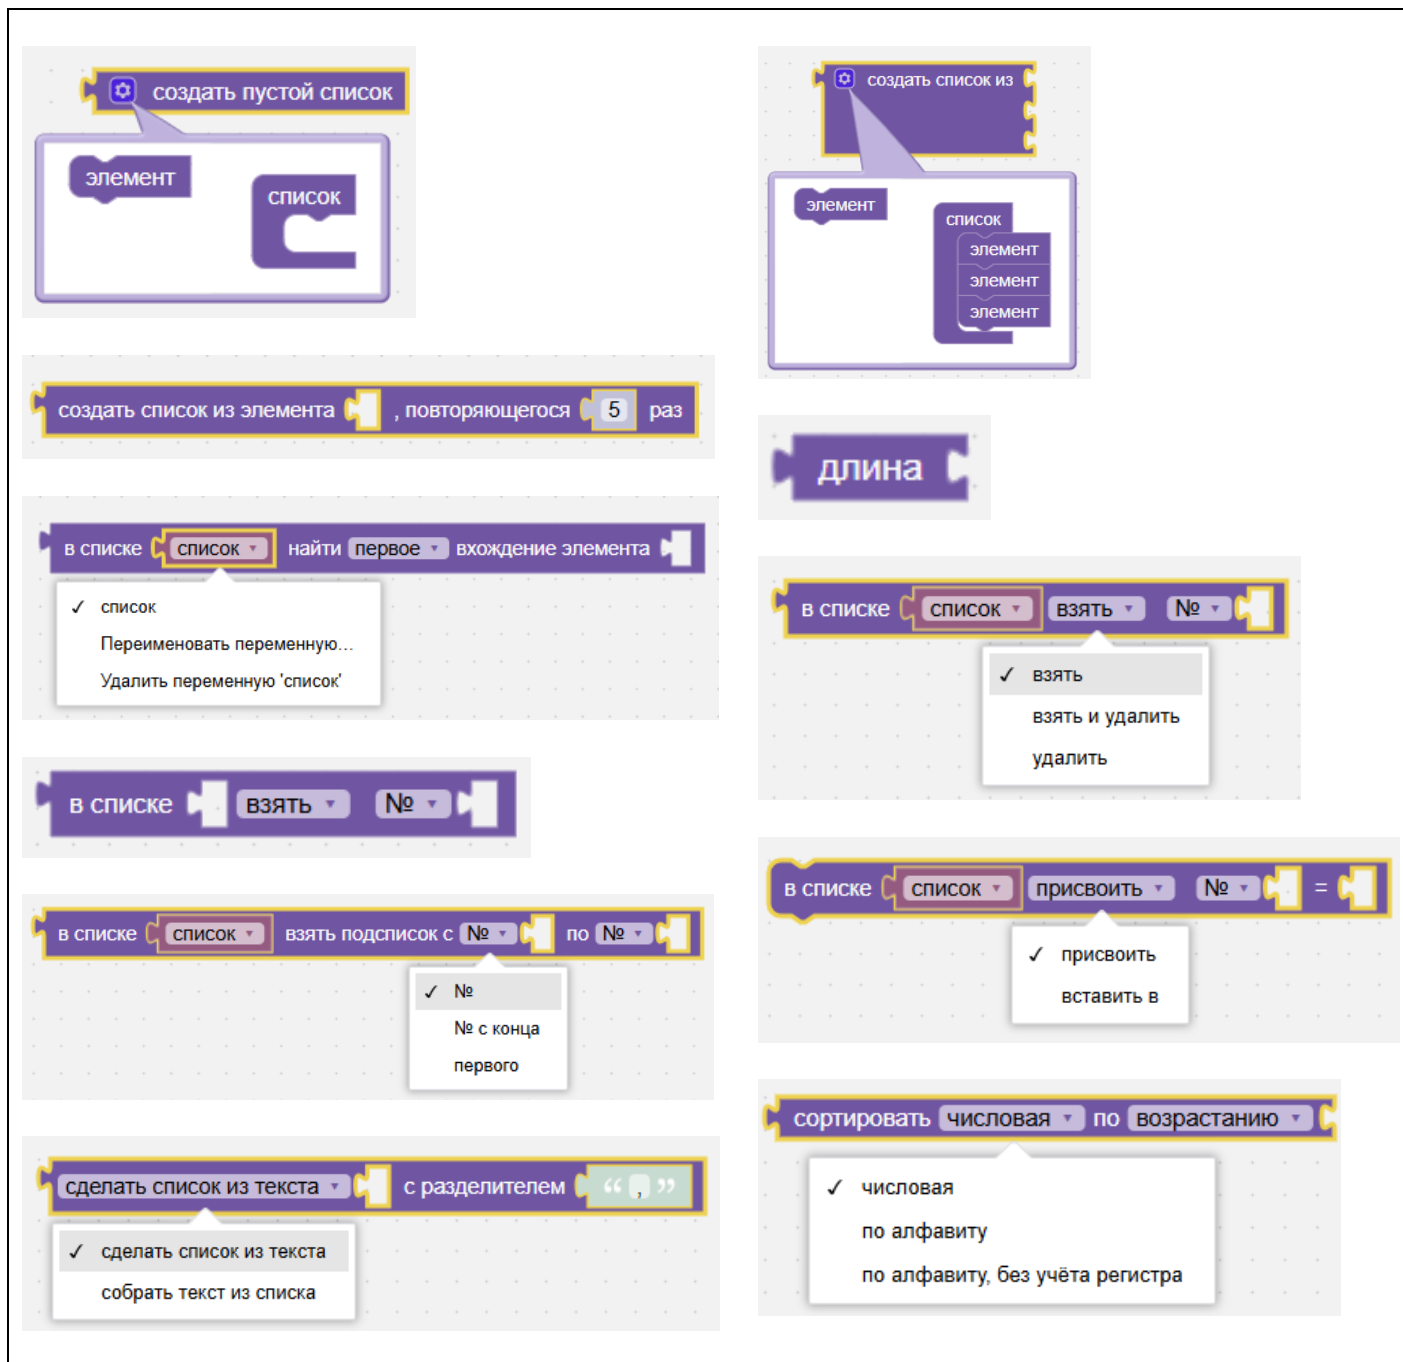

Рисунок 57 – Блоки «Массивы»
7. «Массивы» – работа с элементами списков (см. Рисунок 57).